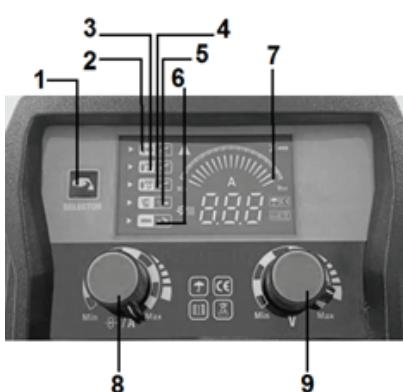

Рис.3 Панель управления
7.1.5 Установить регулятор сварочного тока (рис.3, поз.9) в необходимое положение.
7.2.18 Установить регулятор сварочного тока (рис.3, поз.8) в необходимое положение.
7.3.5 Установить регулятор сварочного тока (рис.3, поз.8) в необходимое положение.
7.4.5. Регулятором (поз.9, рис.3) выбрать величину сварочного тока.